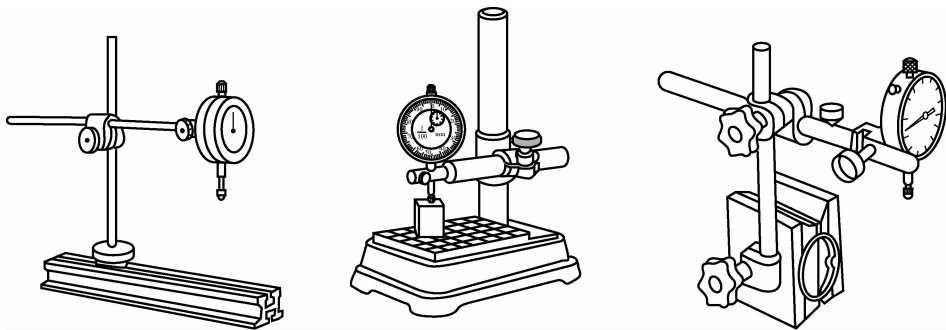

图 3-36 安装在专用夹持架上的百分表
(2)使用百分表时,必须把它固定在可靠的夹持架(如万能表架或磁性表座)上,也可装在专用的检验工具上。夹持架要安放平稳,以免使测量结果不准确或摔坏百分表,如图3-36所示。